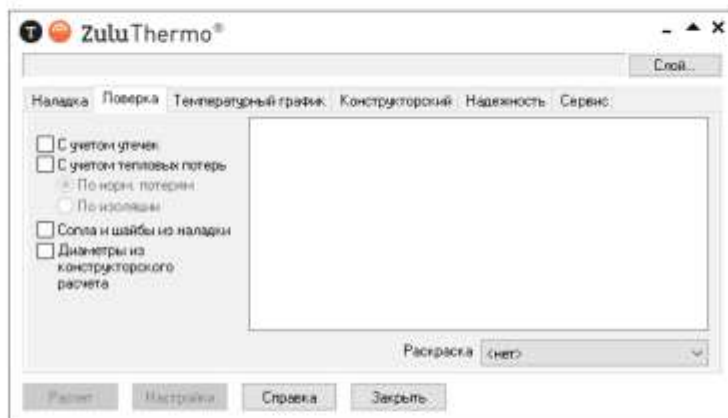

Рисунок 3.5. Окно теплогидравлических расчетов ZuluThermo
1. Выбрать команду главного меню **Задачи|ZuluThermo** или нажать кнопку  панели инструментов. На экране появится панель теплогидравлических расчетов (Рисунок 3.5. «Окно теплогидравлических расчетов ZuluThermo»).